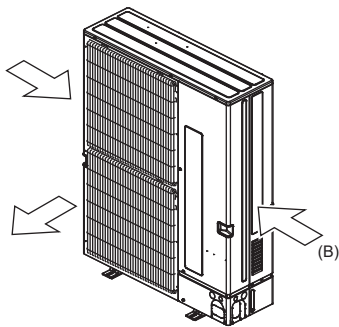

Fig. 2-5
- Coloque la unidad de manera que la salida de aire sople en dirección perpendicular a la dirección estacional del viento, si la conoce. (Fig. 2-5)